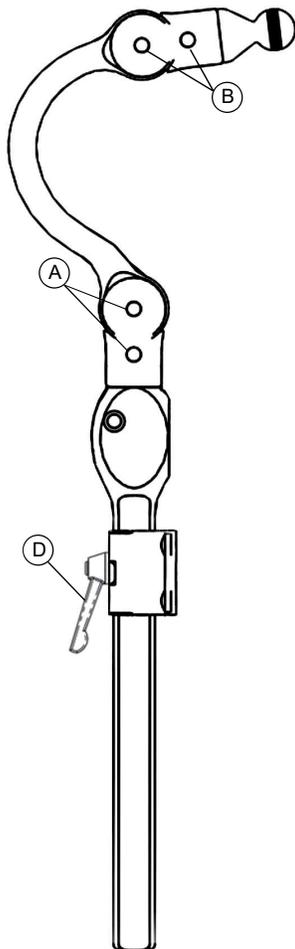
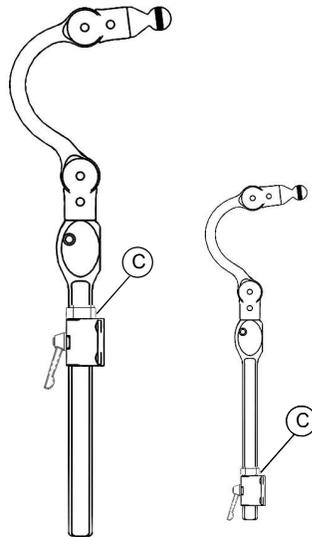

Fig. 1
Fig. 2
1. In verticale - Allentare la leva di blocco (Fig. 1, D); regolare l'altezza al livello desiderato e abbassare il morsetto a collare (Fig. 2, C). Ruotare l'asta verticale per ottenere una maggiore regolazione in angolazione dell'insieme imbottitura/piastra di supporto.
2. Regolazione in profondità e in angolazione - Allentare le viti di regolazione (Fig. 1, A e B) per regolare la profondità e l'angolo. Notare la regolazione dell'angolo mostrata in Fig. 3.
1. Aprire il copriperno orizzontale (Fig. 2, B). Inclinare l'impugnatura a T o il comando a sfera sotto la linguetta e spingere in alto e verso l'esterno. Fare riferimento alla Fig. 1. Il perno sul collare antirotazionale (Fig. 1, C) va inserito nella fessura in alto dell'attacco (Fig. 1, D) per impedirne la rotazione.